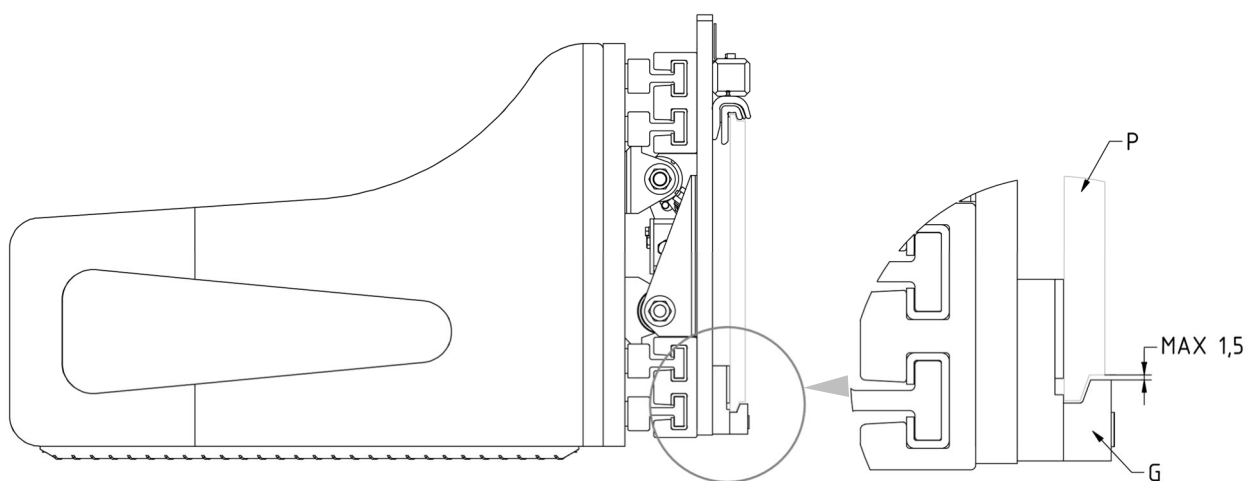

Figure 8
9. Revisser les 2 crochets inférieurs **G** de manière à ce que le corps de ceux-ci reste également accroché en dessous du tablier porte fourche **P** (avec jeu max. 1,5 mm, voir détail *Figure 8*), en serrant avec le couple de serrage indiqué dans le *tableau 4*.
3. Contrôler le jeu entre la partie inférieure du tablier porte-fourches et les crochets inférieurs de l'équipement, en vérifiant qu'il soit comme indiqué dans la *Figure 4* (page 13) et dans la *Figure 8* (page 16) et, le cas échéant, intervenir sur le serrage des vis qui les maintiennent.